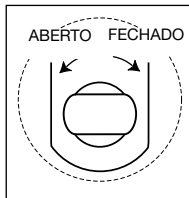

Fig. 3-Válvula de Alívio
4. Usando o terminal retangular da alavanca da bomba, gire a haste da válvula de alívio no sentido anti-horário para abrir a válvula (não gire mais que duas voltas). Ver Fig. 3.